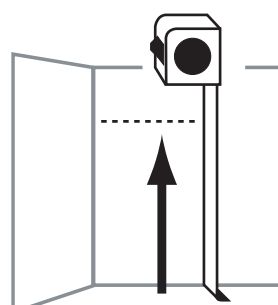

FIG. 1.0
Selon la configuration souhaitée, il peut être nécessaire de couper les tablettes et les barres de penderie sur mesure. Se reporter à la figure 1.0 pour les emplacements de coupe recommandés.
1. En utilisant les mesures de hauteur de la tablette SUPÉRIEURE (A), mesurer à partir du sol et marquer l'emplacement de la tablette supérieure sur la paroi arrière du placard. (Fig. 1.0)